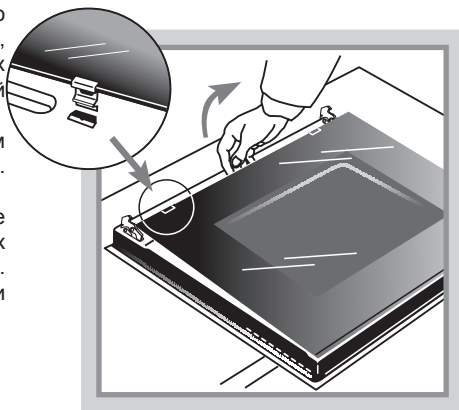

Рис.22
- Плафон боковой подсветки, при наличии, снимается с небольшим усилием. (рис. 22)